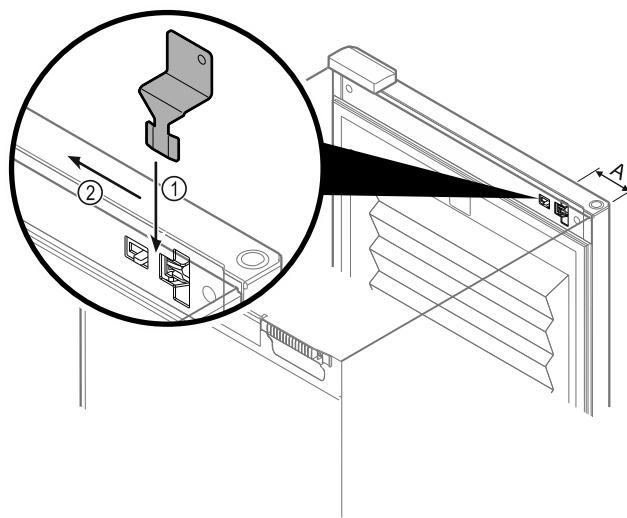

Fig. 138
- ▶ Klíč pro nouzové odblokování umístěte na dané místo Fig. 138 (A) ≈ 100 mm.
- ▶ Zasuňte klíč pro nouzové odblokování mezi dveře a korpus spotřebiče shora až na doraz *Fig. 138 (1)*.
- ▶ Zatlačte klíč pro nouzové odblokování ve směru strany závěsu *Fig. 138 (2)*.